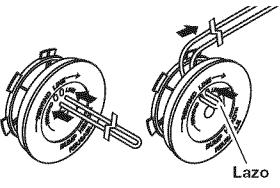

Fig. 17
6. Tome aproximadamente 20 pies (6 m) de línea de corte nueva y enlácela en dos tramos de igual longitud. Inserte cada uno de los extremos de la línea a través de uno de los dos agujeros del carrete interior (Fig. 17). Pase la línea a través del carrete interior de manera que el lazo quede lo más pequeño posible.